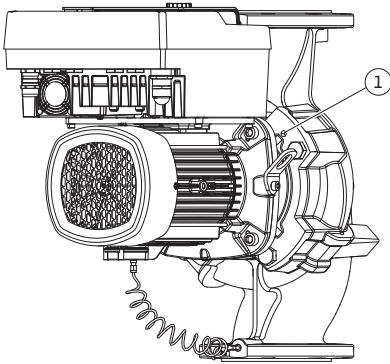

Fig. 10: Įstatomojo modulio nustumimas naudojant sriegiams skirtas angas
- Nustumkit įstatomąjį modulį (žr. Fig. 4) nuo siurblio korpuso. Priklausomai nuo siurblio tipo (žr. Fig. I ... Fig. IV), yra dvi skirtingos movinės jungtys. Siurblio tipui (Fig. III ir Fig. IV) atlaisvinkite varžtus (poz. 29). Naudokite dvi šalia esančias stieginės jungtis (Fig. 10, poz. 1) ir tinkamus montavimo vietoje naudojamus varžtus (pvz., M10 x 25 mm). Siurblio tipui (Fig. I ir Fig. II) naudokite dvi stieginės angas M10 (Fig. 104). Tam naudokite tinkamus montavimo vietoje paruoštus varžtus (pvz., M10 x 20 mm). Nuspaudimui galima naudoti griovelius (Fig. 104, poz. 2).